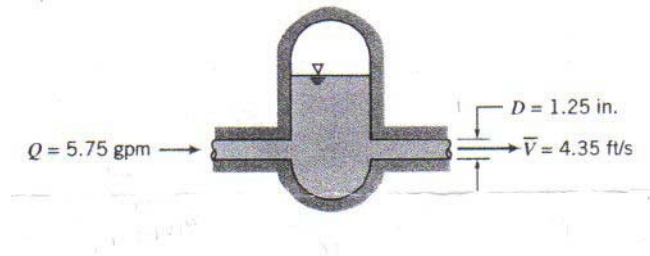

Figura 4
**P5.** Un acumulador hidráulico (figura 4) se diseña para reducir las pulsaciones de presión que pueden aparecer en el sistema hidráulico de una máquina herramienta. Para las condiciones mostradas en la figura se pide determinar la tasa a la cual el acumulador pierde o gana aceite.